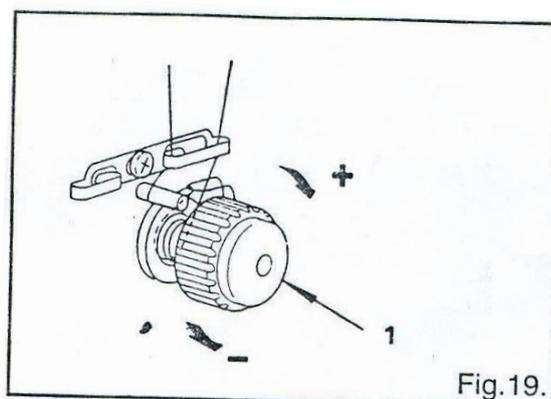

Fig.19.
15. Регулировка натяжения игольной нити (Рис. 19)
Для того чтобы отрегулировать натяжение нитепритягательной пружины, вставьте отвертку в прорезь на конце штифта (1) (Рис. 19) и поверните ее: